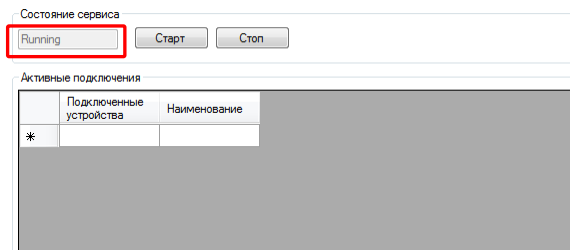

Рисунок 7.1.5 - Сервер запущен
10. Если сервер запущен, должно появиться сообщение **“Running”**, рисунок 7.1.5.